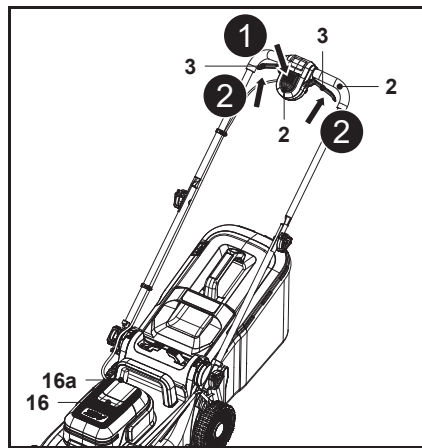

Fig. 17
1. Soulever le couvercle magnétique (15c) et ouvrir le couvercle du compartiment de la batterie (15), puis insérer complètement la batterie (24).
2. Fermer le couvercle du compartiment de la batterie (15) avec précaution.
3. Se tenir derrière le guidon (2).
4. Tout en maintenant l'interrupteur de sécurité (1) enfoncé, tirer les leviers de démarrage (3) vers le guidon (2) et les maintenir dans cette position (Fig. 17, étapes 1, 2).
5. Une fois la tondeuse à gazon démarrée, relâcher l'interrupteur de sécurité (1).
6. La capacité réelle de la batterie est indiquée sur l'indicateur de batterie (16a) situé à l'arrière du capot du moteur (16).